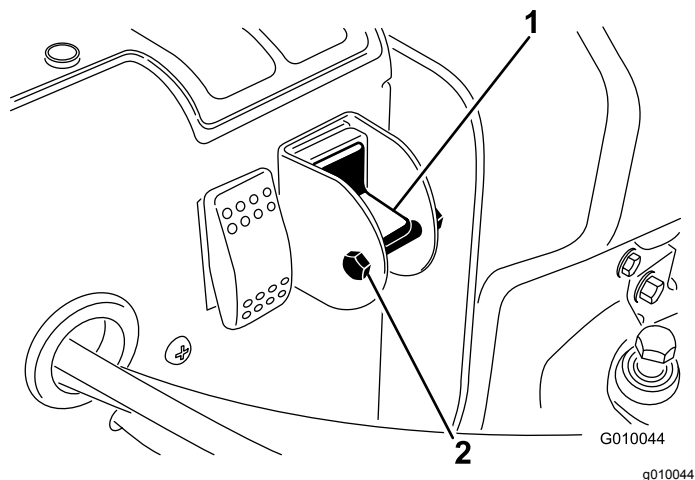

Figure 30
4. Enlevez le boulon et l'écrou de blocage du sélecteur (Figure 30).